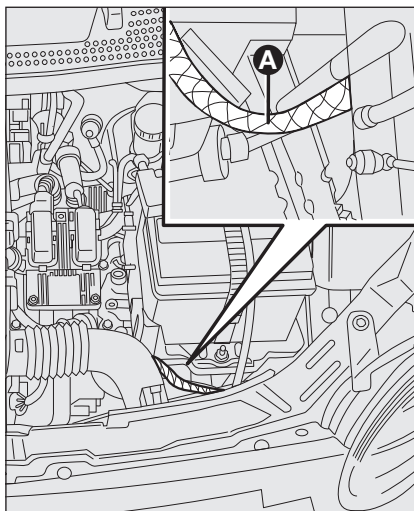

fig. 1a - Versioni Duratec
- collegare con un secondo cavo il morsetto negativo – della batteria ausiliaria con un punto di massa **A** sulla vettura da avviare (**fig. 1a-1b**);